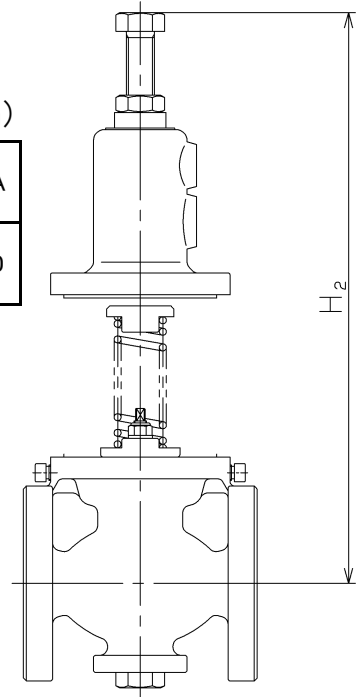

図12 分解用スペース
- (18) 保守・点検を容易にするために、止弁と一次圧力調整弁(落水防止弁)の間に排水管を設け、管を安全な場所まで導いてください。
- (19) 保守・点検・修理に必要なスペースを確保してください。(表 10、図 12 参照)
- (20) 水圧試験は製品前後の止弁を閉止してから行ってください。